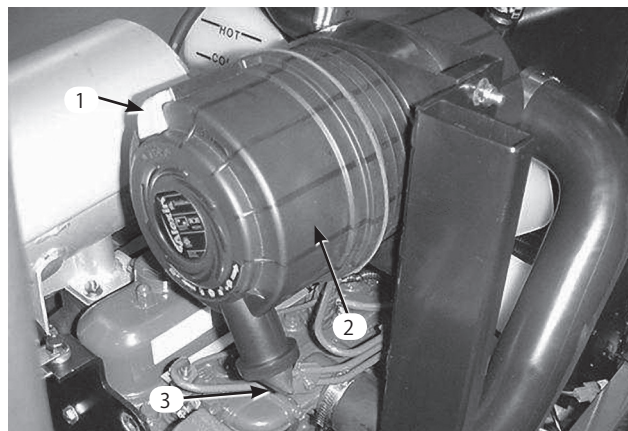

図44
- ラッチを引いて外し、カバーを左にひねってボディーからははずす（図44）。